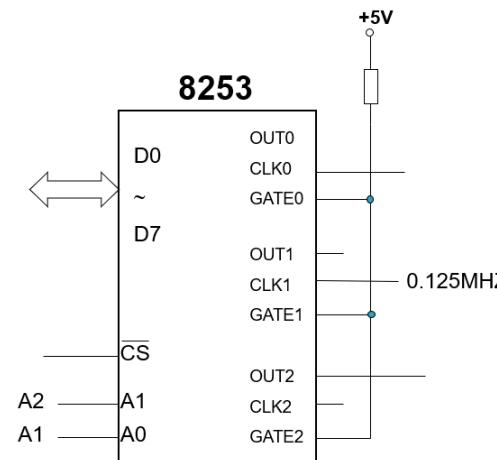

图 2 某 8253 应用系统
4. 在某 8253 应用系统（如图 2）中，CLK1 的输入脉冲频率为 0.125MHz。要求使用 OUT1、OUT2、OUT3 中的任一引脚输出方波（方式 3），方波宽度为 1.5 分钟。试画出实现此功能的连线图，写出相应定时/计数器通道的方式控制字及其计数初值。8253 的控制字格式见附录 1。